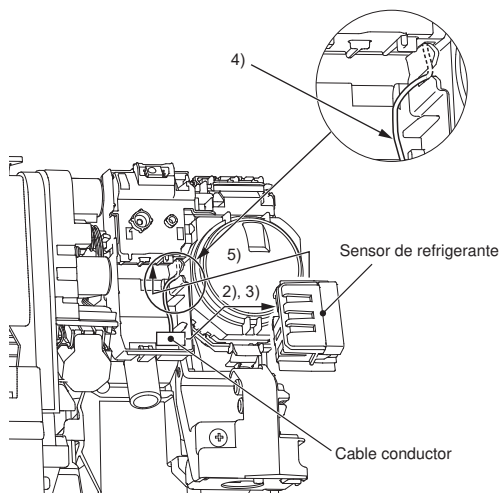

Fig. 1
- 2) Retire el cable conductor. (Fig. 1)
(Fig. 1)